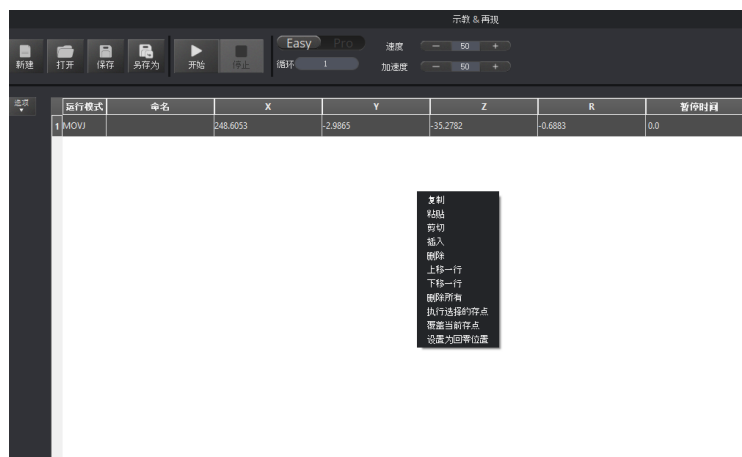

图 5.136 设置回零位置
3. 选中该存点, 右键单击“设置为回零位置”, 如图 5.136所示。